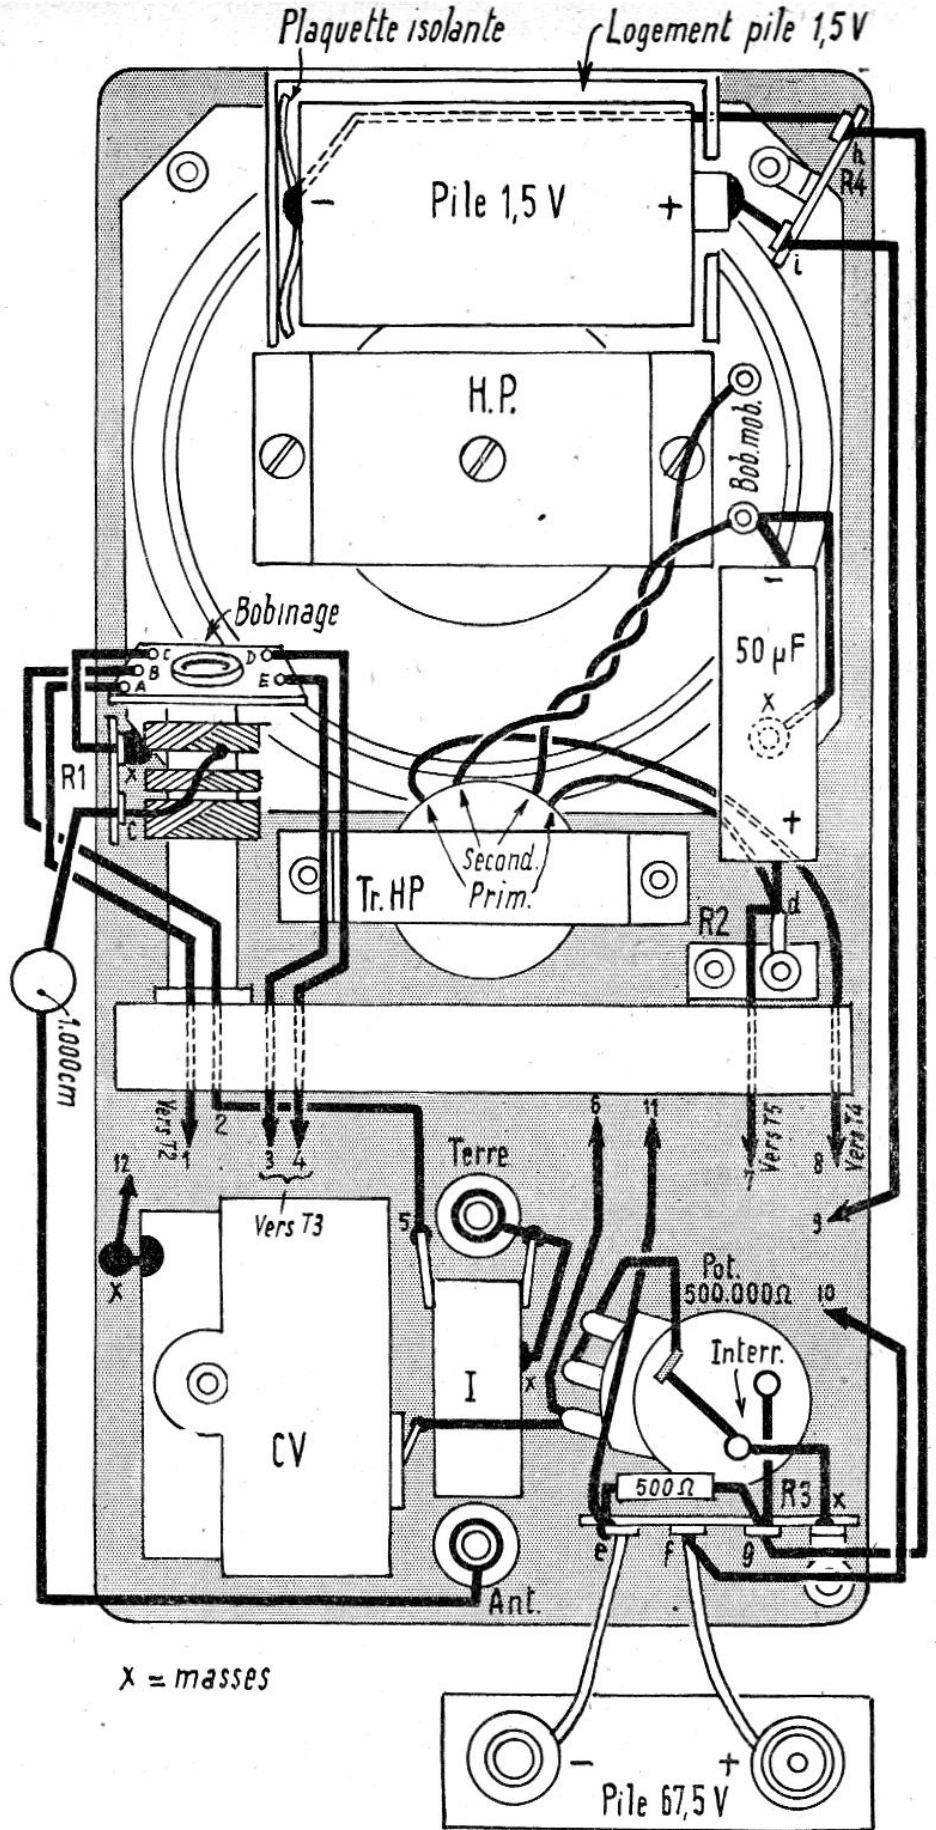

FIG. 2
Comme c'est le cas pour la plupart des récepteurs portatifs, le châssis affecte une forme bien particulière permettant de disposer les pièces de façon à obtenir un encombrement aussi réduit que possible. Ce châssis, comme on peut le voir sur la figure 2, est constitué par une plaque métallique formant le devant du poste. Sur cette plaque est rapportée par boulonnage une autre plaque percée des trous où on montera les supports de lampes et comportant un bord rabattu. Cette plaque est fixée à angle droit par rapport à la première. Pour nous permettre de montrer clairement la disposition des pièces et le câblage, nous avons représenté cette seconde plaque à côté de la première sur la figure 2.
au branchement de l'antenne et l'autre au branchement de la terre, et le relais R3. Toutes ces pièces sont fixées sur la partie de la plaque avant située sous la plaque des supports de lampes. Sur la partie de la plaque avant, située au-dessus de la plaque des supports de lampe, on monte le haut-parleur et son transformateur d'adaptation. Sur une des vis de fixation du haut-parleur, on met le relais R1 et, sur la vis de fixation diamétralement opposée, le relais R4. La disposition de toutes ces pièces est clairement indiquée sur la figure 2 et cette mise en place ne présente aucune difficulté. Il faudra avoir soin de bloquer énergiquement tous les écrous pour que, par la suite, ils ne se desserrent pas.
- 1 châssis selon figure 2.